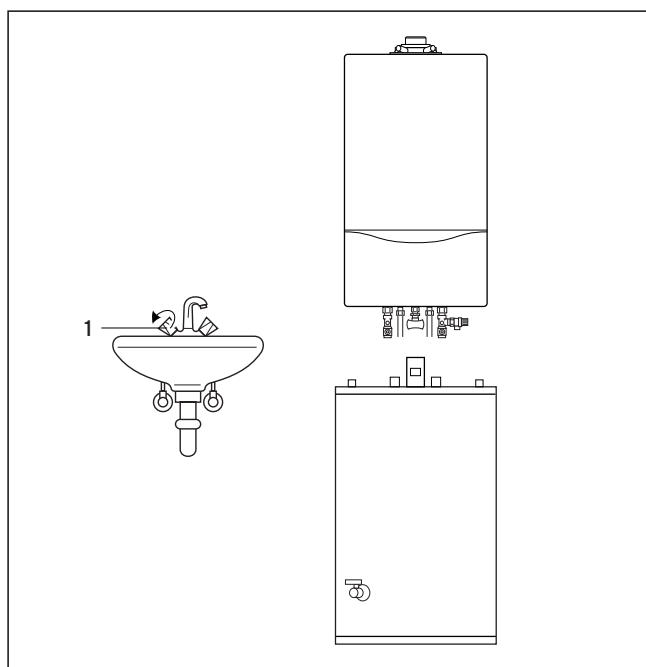

Fig. 3.6: Distribuzione di acqua calda (apparecchi VM)
3.3.2 Distribuzione di acqua calda (apparecchi VM, Fig. 3.6)